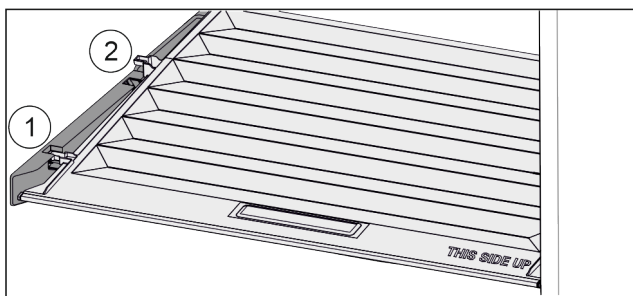

Fig. 126
- ▶ Pokrywę pociągnąć do przodu Fig. 126 (1), aż otworzy się w elementach trzymających.
- ▶ Podnieść tył od dołu i w wyjąć Fig. 126 (2) go do góry.